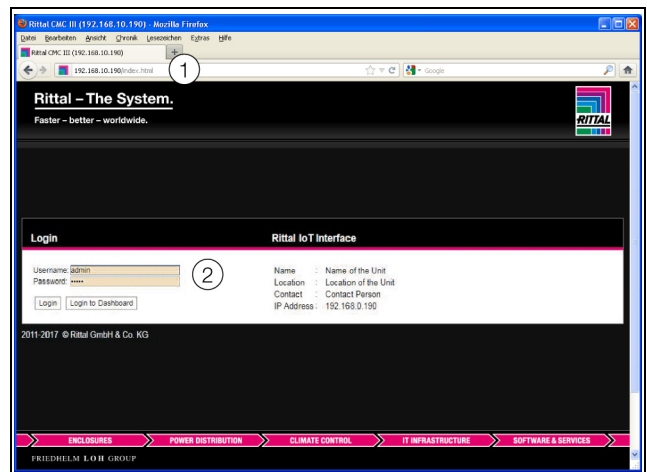

Abb. 9: Anmeldebildschirm bei einer HTTP-Verbindung
- Geben Sie im Browser die Netzwerkadresse des IoT Interface ein (Abb. 9, Pos. 1). Es wird der Anmeldedialog zur Anmeldung am Gerät angezeigt.
- Melden Sie sich als Benutzer **admin** mit dem Kennwort **admin** an (Abb. 9, Pos. 2).